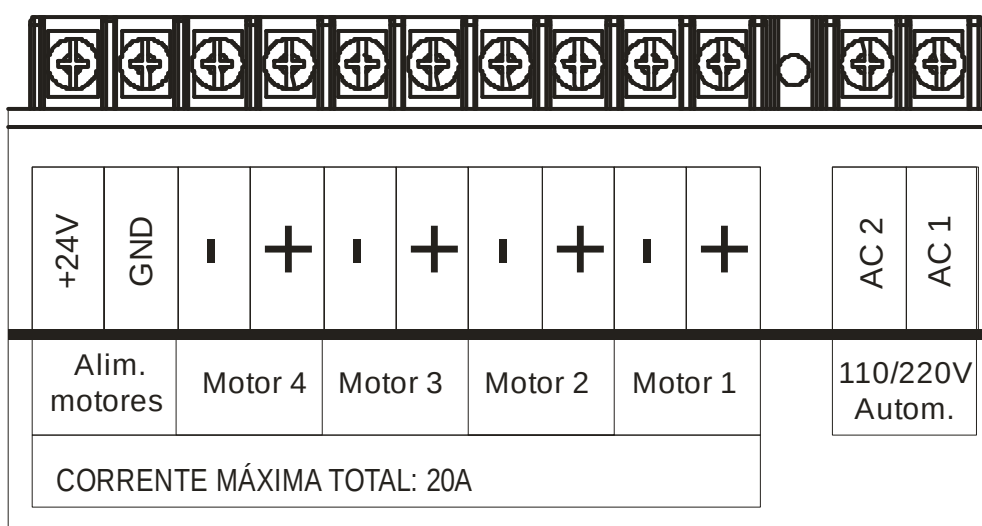

Figura 3 - Canais do módulo RDM8-DC.
- O módulo RDM8-DC tem 8 canais, mostrados na Figura 3.